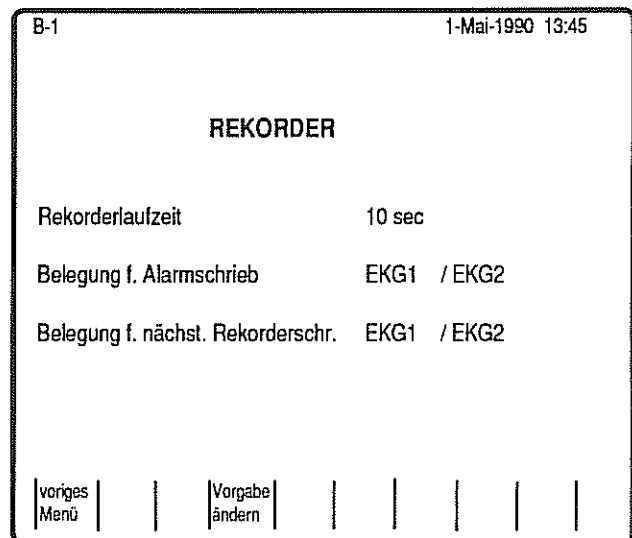

Bild 28
- * Zum Einstellen der Registrierdauer und zum Belegen der Registrierkanäle drücken Sie Taste **Menü, 6** und **2**. Es erscheint Bild 28